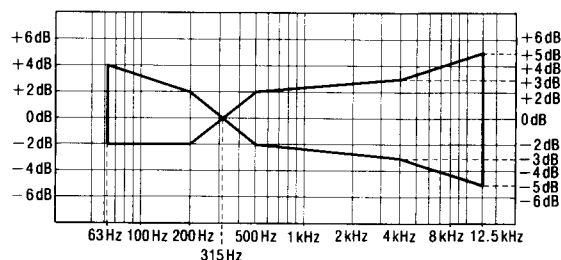

Abb. 5
3. Überprüfen, ob der Frequenzgang innerhalb des in Abb. 5 für den linken und rechten Kanal gezeigten Bereichs liegt.